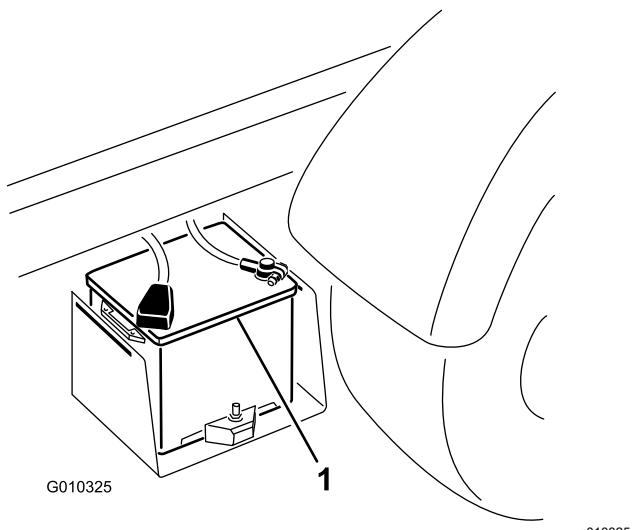

Figura 43
- Ligue um cabo entre os pólos positivos das duas baterias (Figura 43).